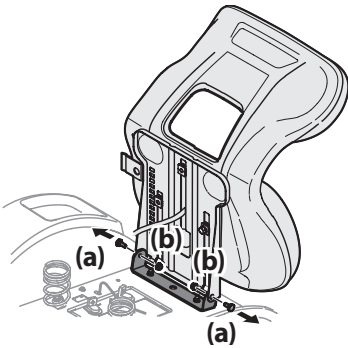

Figure 5
- Retirez les deux boulons à épaulement (a) et les deux écrous autobloquants (b) du plateau du siège. Voir Figure 5.